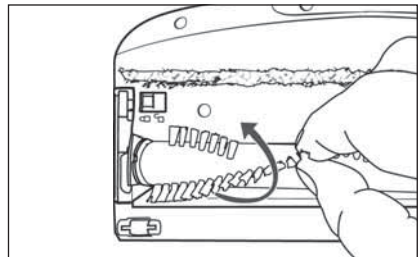

Abb. 27
- 3) Ziehen Sie die Bürstenrolle **21** an den Borsten aus der Bodenbürste **22** heraus. Drehen Sie die Bürstenrolle **21** dabei etwas, um sie leichter entnehmen zu können (siehe Abb. 27).